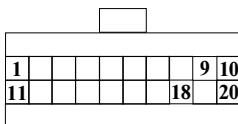

Рис. 3.6
**Внимание!** Если на автомобиле не установлен иммобилайзер АПС-4, то необходимо ввести перемычку между контактами “9” и “18” в разъеме для подключения блока иммобилайзера, расположенного под панелью приборов рядом с контроллером впрыска. Внешний вид разъема приведен на рис. 3.6.